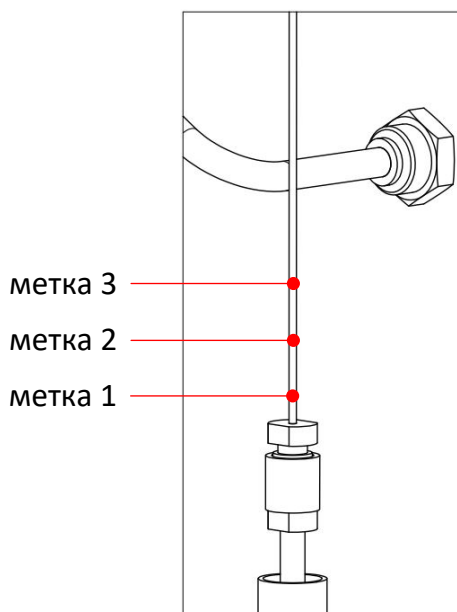

Рисунок 2 – Проверка температуры реактора
- 9.6.2 На поверочной термопаре (рекомендуется термометр ТЦМ 9410/М2 ТТЦ11-600 ТХА(К) Ø1,5 мм, L400 мм) маркером поставить метки 1, 2, 3, соответствующие положению чувствительной части термопары в верхнем слое катализатора (рисунок 2, точка 1), среднем (точка 2) и нижнем (точка 3);